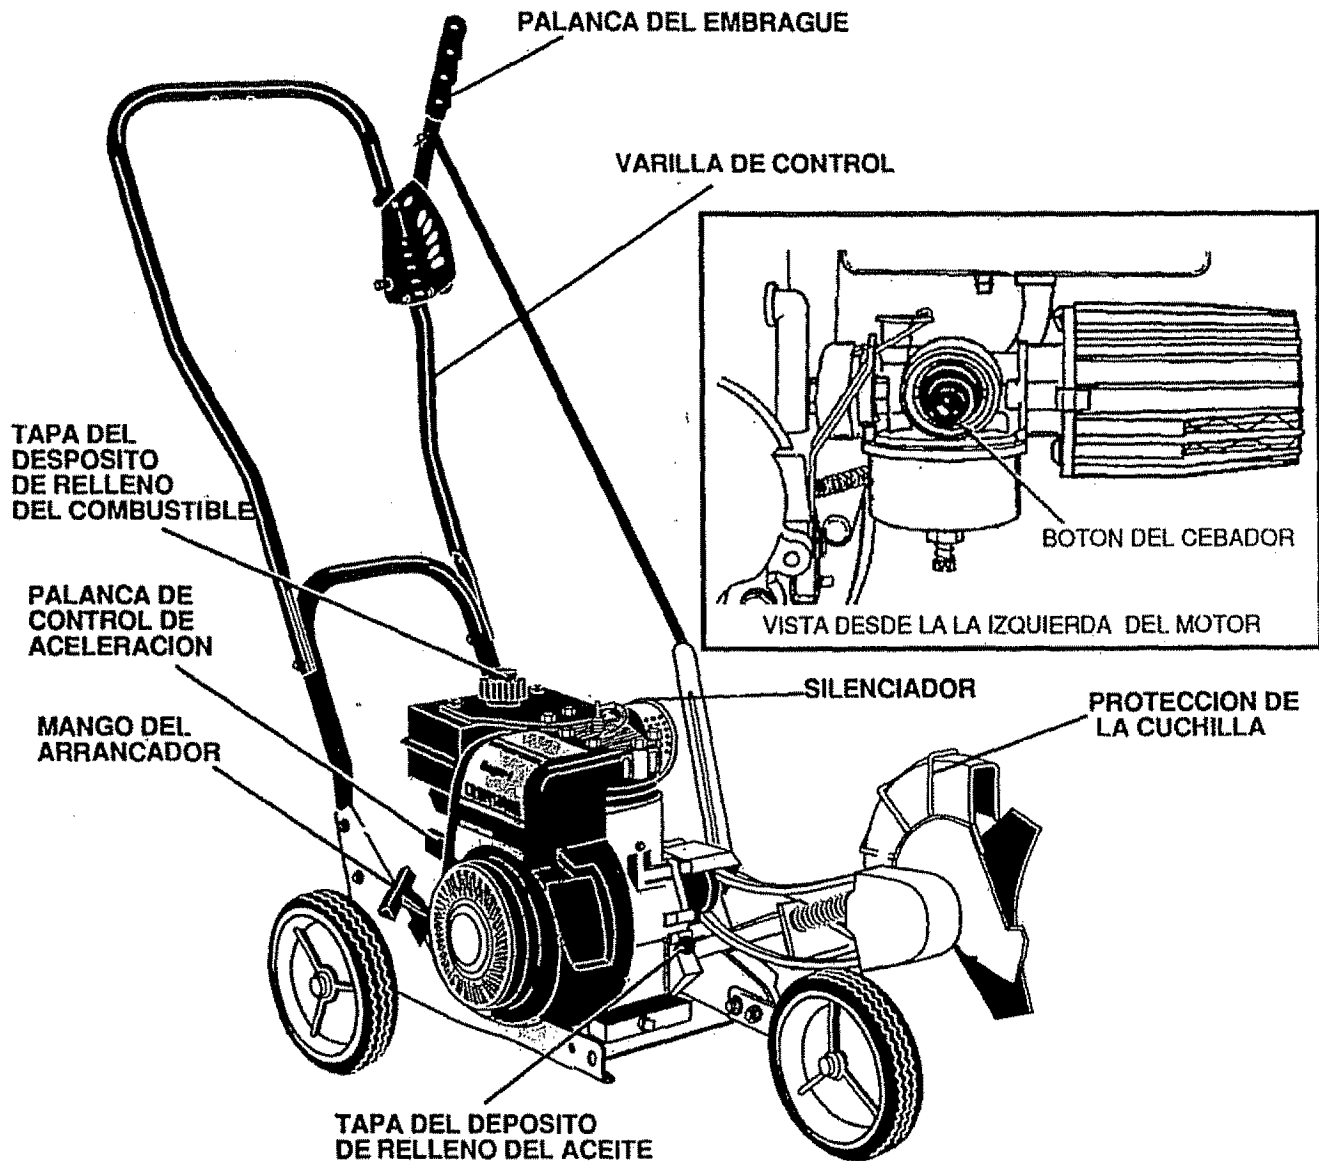

FIG. 6
- Mueva la palanca de control de la aceleración (vea la Fig. 6) a la posición de FUNCIONAMIENTO (RUN).
- Empuje el botón del cebador cinco (5) veces (vea la Fig. 6). Espere alrededor de dos (2) segundos entre cada empujón.
- Mueva la palanca de control del embrague a las seis (6) posiciones en la plancha de selección. Asegúrese que la palanca del embrague caiga en los seis (6) agujeros. (Fig. 6)
**AVISO:** Si el motor no arranca después de tres (3) tiros, empuje el botón del cebador dos (2) veces y tire de nuevo el cordón arrancador.
**ADVERTENCIA - EVITE EL SILENCIADOR Y LAS AREAS A SU ALREDEDOR (VEA LA FIG. 6). LAS TEMPERATURAS PUEDEN SOBREPASAR 150°F.**